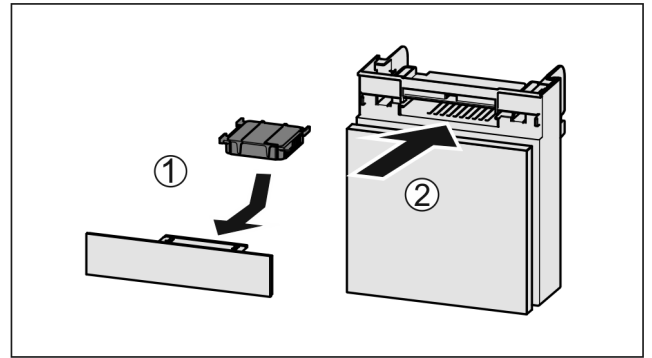

Fig. 53
- Insérer le filtre à charbon actif d'après le schéma Fig. 53 (1).
- Insérer le compartiment Fig. 53 (2).